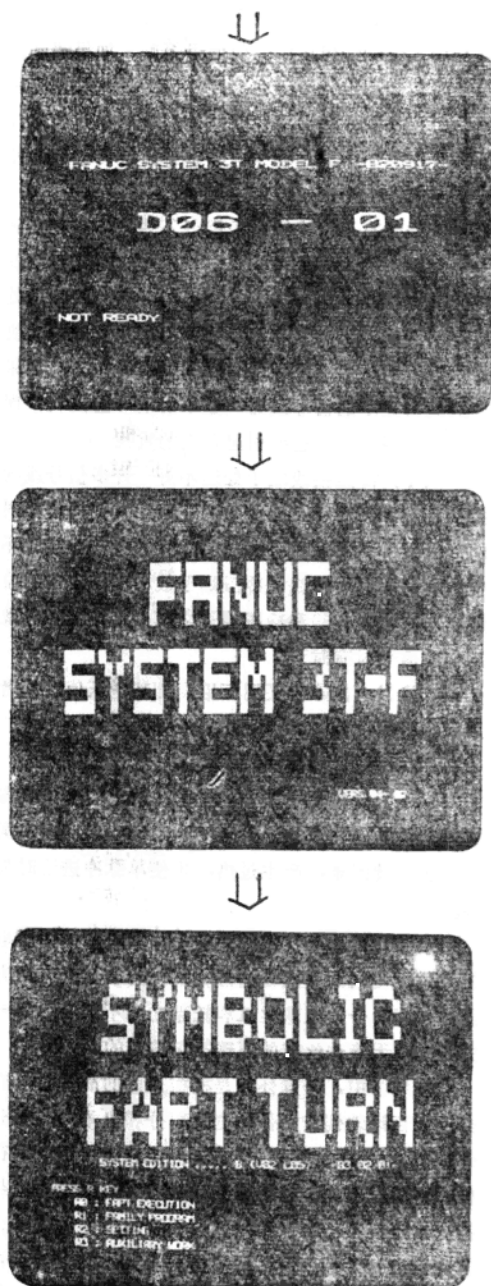

图11-2-9 通电画面
(4) NC 控制箱送电 送电前打开 NC 控制箱的门,用专用钥匙合上箱门上的开门断电保护开关,电压表接在 +5V 电源上。按下 MDI 和 CRT 板上的 ON 按钮,这时屏幕上在 10s 之内应连续显示出如图 11-2-9 的三个画面。